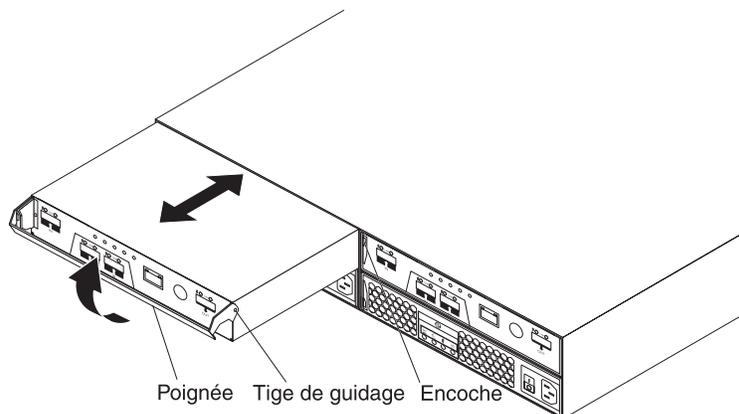

Figure 40. Retrait et remplacement d'un contrôleur
- b. Tirez lentement sur la poignée pour l'écarter du boîtier et extraire le contrôleur de sa baie, comme illustré dans la figure 40.
- b. Assurez-vous que les tenons latéraux du contrôleur s'enclenchent dans les encoches du boîtier du DS3200. Voir la figure 40, à la page 74.